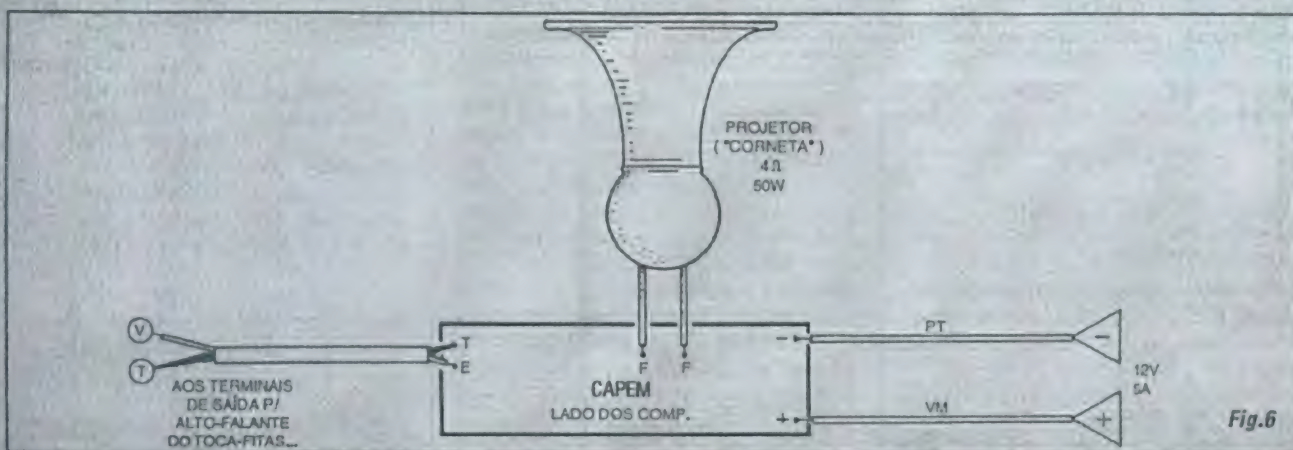

Fig.6
- FIG. 6 - CONEXÕES EXTERNAS À PLACA...
Por questões de visualização, obviamente que a "corneta" não tem, na FIG. 6, um tamanho proporcional à placa... Na "vida real", o transdutor, com aquele bafo "sino" exponencial, é um verdadeiro "trambolho", *bem maior* do que a plaquinha da CAPEM... Com um pouco de habilidade e raciocínio, não será difícil, inclusive, embutir o circuito numa pequena caixa alongada, fixando o conjunto (com braçadeiras, parafusos e porcas...) à própria traseira da "corneta", compondo um conjunto elétrica e mecanicamente coeso e compacto, facilitando a instalação final...
Também não é "proibido" que a CAPEM fique, na sua caixinha, dentro do veículo, ligado à "corneta" (esta lá fora, fixada sobre uma armação, no teto da viatura...) por um mero par de fios ou cabo paralelo, "nos conformes" da FIG. 6...